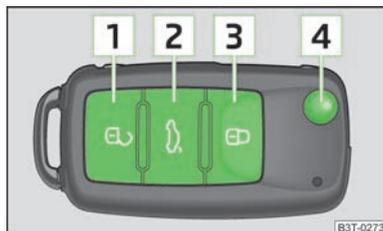

Fig. 13
- Premere il tasto **2** » fig. 13 per circa 0,5 secondi. Altre informazioni » pagina 42.
- Premere il tasto **2** per circa 1 secondo.» fig. 13 Altre informazioni » pagina 42.
- Premere il tasto **2** per circa 1 secondo.» fig. 13 Altre informazioni » pagina 43.
- Premere il tasto **2** per circa 1 secondo.» fig. 13 Altre informazioni » pagina 46.